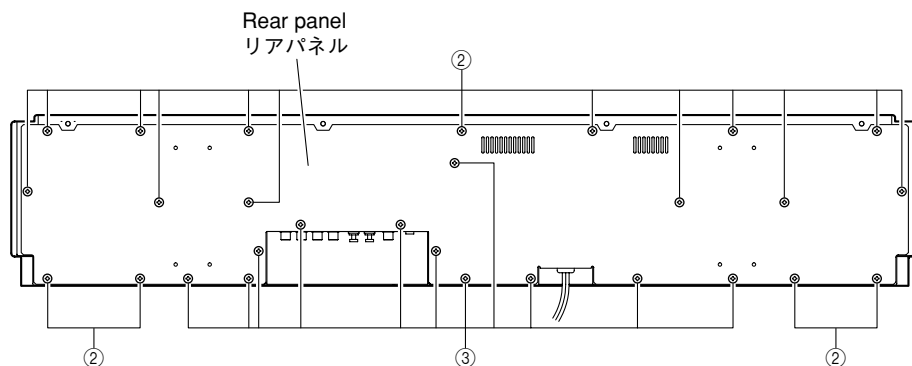

Fig. 1
- Remove 17 screws (②) and 11 screws (③). (Fig. 1)
- Remove the rear panel. (Fig. 1)
- ②のネジ17本、③のネジ11本を外します。(Fig. 1)
- リアパネルを取り外します。(Fig. 1)